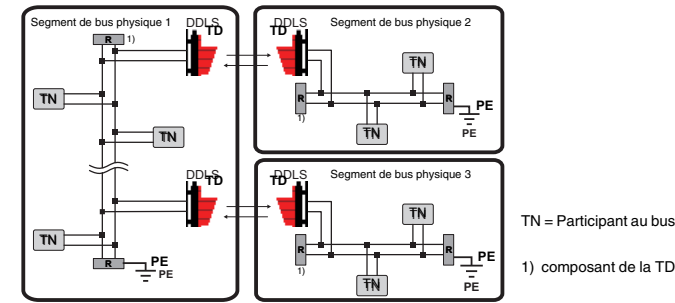

Figure 4.8 : Câblage DeviceNet / CANopen
- Pour chaque segment de bus physique, les bouts de ligne de bus doivent être terminés entre CAN\_L et CAN\_H (voir figure 4.8).
Le potentiel de référence CAN\_GND ne peut être relié à la terre (PE) qu'à un endroit d'un segment de bus physique (voir figure 4.8).